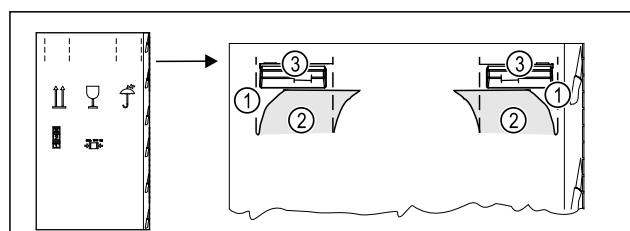

Fig. 3
- Comprimere il cartone di imballaggio in alto sulla perforazione Fig. 3 (1).
- Estrarre le linguette compresse Fig. 3 (2).
- La maniglia di trasporto Fig. 3 (3) a destra e a sinistra è visibile.
- Tenere l'apparecchio dalle maniglie di trasporto Fig. 3 (3).